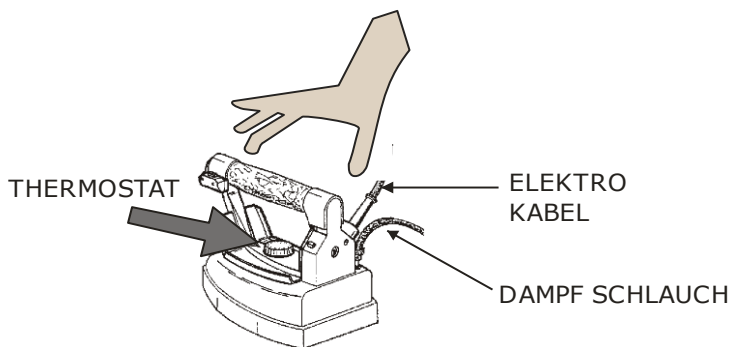
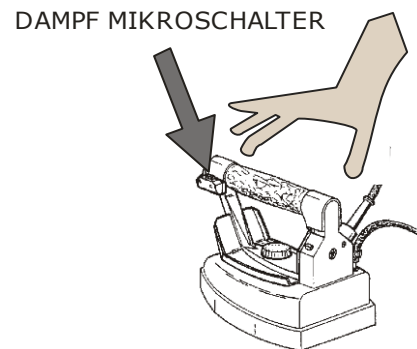

Fig. 2
Fig. 3
4. Abwarten, dass das Licht mit dem Dampf Symbol permanent eingeschaltet bleibt und im Manometer der Dampf Betriebs- Druck 4 BAR anzeigt. Danach nehmen Sie das (die) Dampf Bügeleisen in die Hand, richten es gegen den Boden und drücken den roten Knopf (**Fig. 3**) für 3-4-mal, bis regelmäßig Dampf austritt. Dieser Vorgang wird benötigt, damit sich alle Rohr und Schlauch Verbindungen erhitzen. Somit wird verhindert, das evtl. Wasser Tropfen auf die Bekleidung tropfen (das Bügeleisen muss so gehalten werden, dass keine anderen Gegenstände, wie Personen oder Tiere etc. beschädigt werden , das heißt gegen den Boden halten).
1. Bügeln der Bekleidung, den roten Tast Schalter drücken (**Fig. 3**) und das Fuß Pedal in regelmäßigen Intervallen betätigen (**Fig. 1**) Um ein trockenes Bekleidungsstück zu erhalten, empfiehlt es sich, das Fußpedal etwas länger zu betätigen als das Bügeln mit Dampf. Um ein gutes Bügelergebnis zu erhalten, empfiehlt es sich, den Thermostaten (**Fig.2**) auf Cotton = Baumwolle zu stellen.
3. Für trockenes bügeln – ohne Dampf, stellen sie den Thermostaten (**Fig. 3.**) auf das Material ein (Siehe Etikett im Bekleidungs- Stück).
1. Die elektrischen Kabel beschädigen (**Fig.2**),
2. Wasser Austritt an dem Bügeleisen / Dampf Anschluss (**Fig. 3**),
8. Das Bügeleisen nass – mit Wasser ab zu waschen (**Fig. 3**),